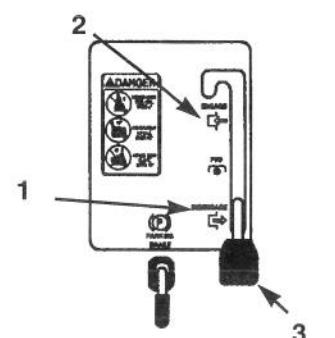

Figure 8
4. Mettre la commande de hauteur de coupe (relevage de l'unité de coupe) sur DISENGAGED (DEBRAYEE) (Fig. 8).